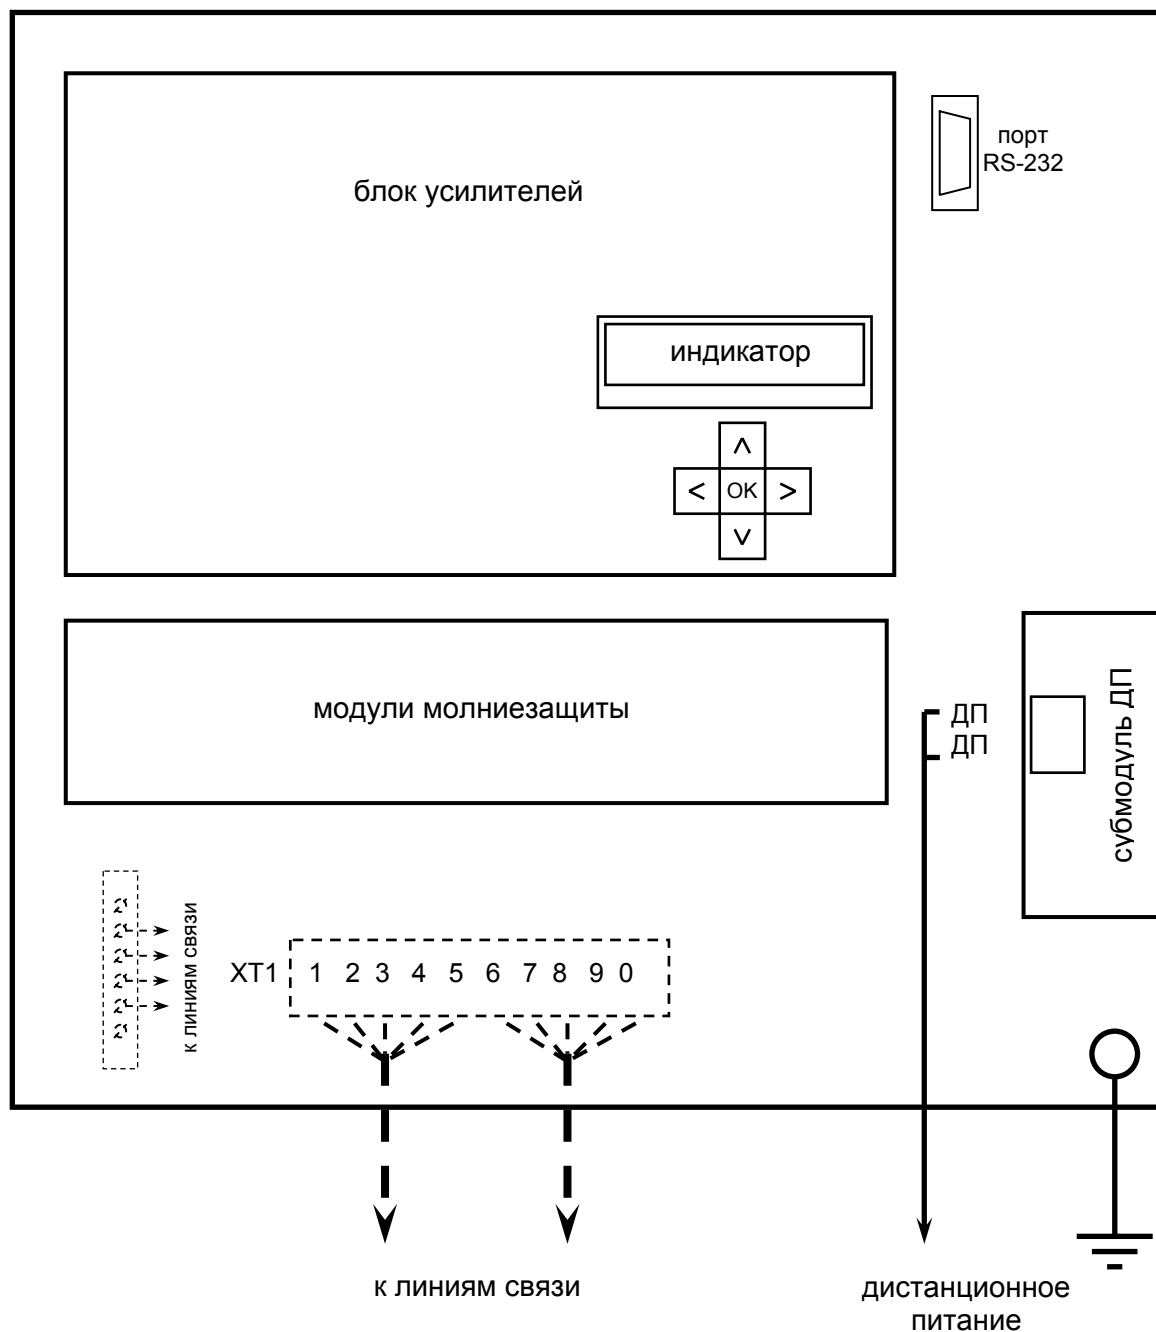

Рис.3.2. Внутреннее размещение узлов устройства
3.2. Внутреннее размещение узлов устройства показано на рис.3.2.